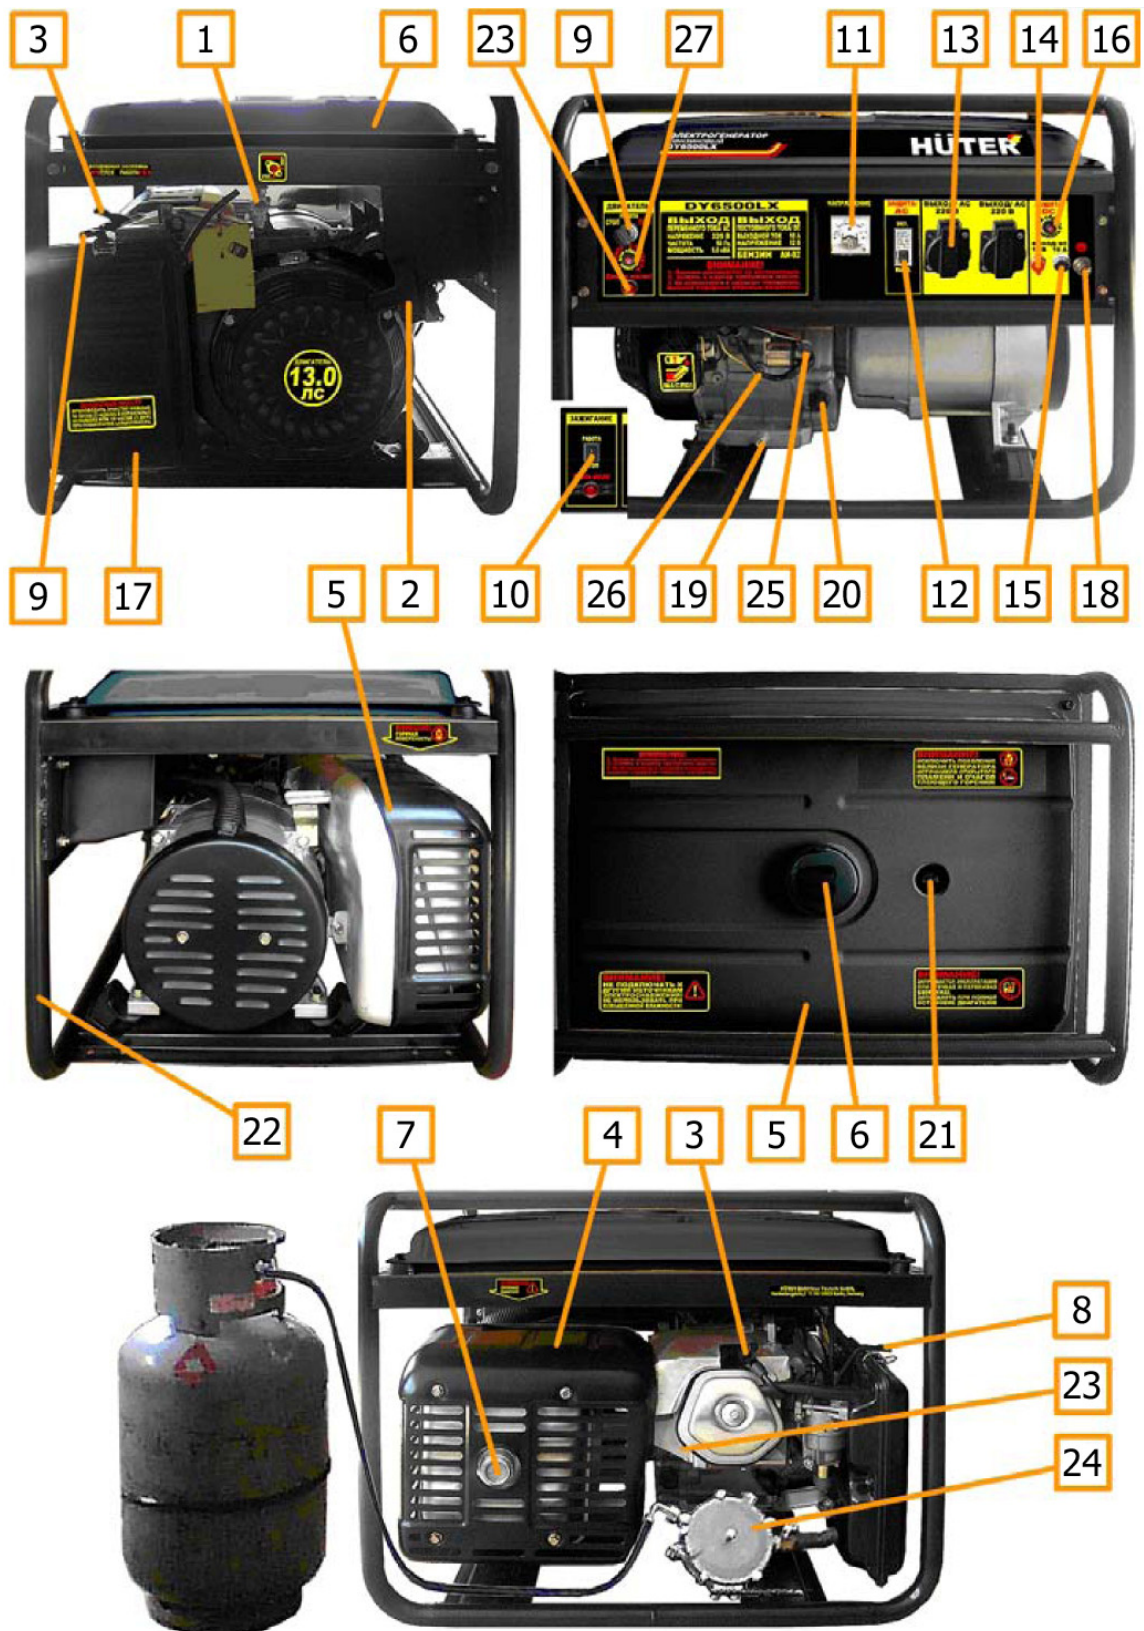
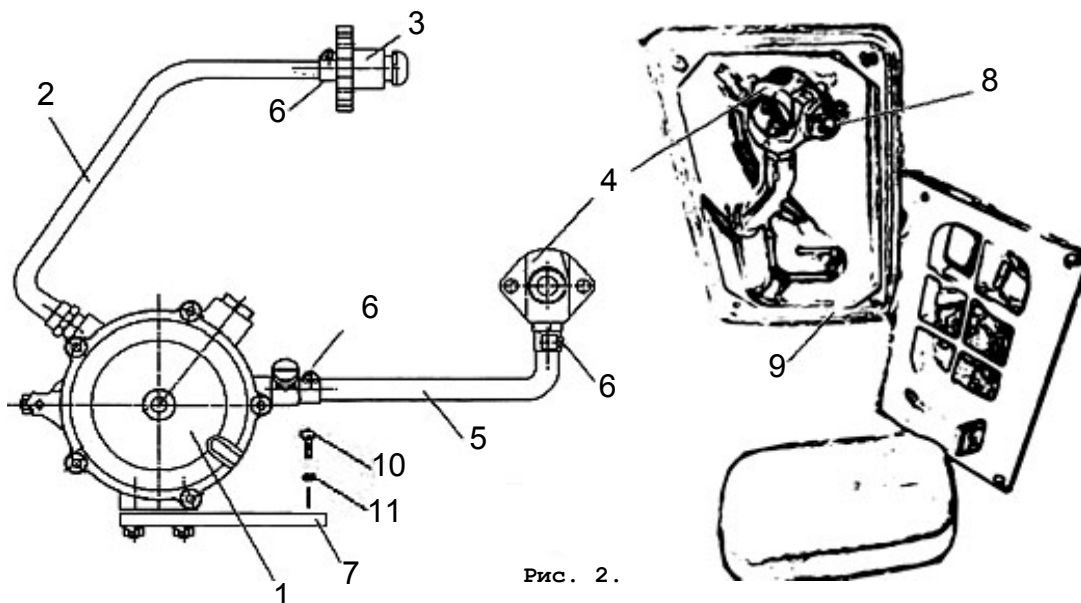
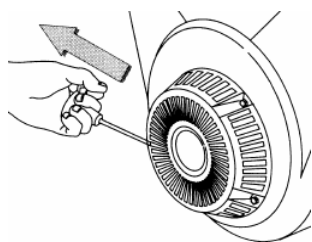

Рис. 1
Рис. 2.
Рис. 3
- Вывинтить щуп (поз.20 рис.1) и залить в картер масло соответствующего типа (таблица 2 п.8) до нижнего края горловины. Вставить чистый сухой щуп в горловину картера и вынуть его. Проверить уровень масла: граница смоченной области щупа должна располагаться между отметками минимального и максимального уровней.
– При установке генератора следует подключить к резьбовой клемме (поз. 18) (рис. 1) проводник заземляющего устройства, удовлетворяющего требованиям раздела «Обеспечение требований безопасности».
1. В качестве топлива используется бензин марки АИ-92, а также бытовой сжиженный баллонный газ: пропан и пропан бутан, в случае установки газовой системы питания (поз. 24 рис. 1), см. также рис. 2;
2. Газовый шланг высокого давления (поз.2 рис.2) укомплектован штуцером (поз.3 рис.2) для подключения к бытовому газовому баллону с резьбой: M22×1.5 LH. Допускается
4. Установить лоток аккумуляторной батареи GG-H650-M22-E в соответствии с каталогом запасных частей. Подключить провода аккумуляторной батареи поз. GB1 (Приложение 1) к клеммам (поз.25, 26 рис.1), строго соблюдая указанную полярность.
1. Отключить все потребители переменного тока от генератора, переведя рычаг автоматического выключателя (поз.12 рис.1) в отключенное положение «0», отсоединить потребители постоянного тока от клемм (поз.14, 15 рис. 1).;
2. При использовании бензина открыть топливный кран (поз.1 рис.1) при закрытом вентиле газового баллона, (см. также рис. 4), или открыть вентиль газового баллона при закрытом топливном кране (поз.1 рис.1) в случае использования газа.
3. При использовании бензина перевести рычаг управления воздушной заслонкой (поз.8 рис.1) в крайнее левое положение при пуске холодного двигателя и в промежуточное положение при пуске прогретого двигателя. При использовании газа нажать на несколько секунд кнопку в центре регулятора (поз.1 рис. 2) для заполнения впускной трубы газом, затем отпустить кнопку.
4. Перевести выключатель двигателя (поз.9, 10 рис.1) в отключенное положение «0» или «СТОП»
5. Плавно вытянуть до упора трос ручного стартера за ручку (поз.2 рис.1) и вернуть в исходное положение (см. также рис.3)
6. Перевести выключатель двигателя (поз.9, 10 рис.1) во включенное положение «1» или «РАБОТА».
7. При ручном пуске, придерживая генератор за раму, резко с интенсивным усилием вытянуть трос ручного стартера до упора (рис.3), повторив действие несколько раз при необходимости. Если двигатель не запускается, следует изменить положение рычага воздушной заслонки, сдвигая его вправо тем больше, чем выше температура двигателя и окружающего воздуха при использовании бензина или повторить кратковременное нажатие кнопки регулятора при работе на газе, затем повторить пуск. Включение электрического стартера производится поворотом ключа выключателя (поз.9 рис.1) в крайнее правое положение «ПУСК». Сразу после пуска двигателя отпустить ключ выключателя для обеспечения его самовозврата в среднее положение. При срабатывании защиты (поз.27 рис. 1) нажать сброс после остывания автоматического выключателя.
9. При работе на бензине после прогрева двигателя в течение времени около 10-40 секунд, в зависимости от начальной температуры, перевести рычаг заслонки (поз.8 рис.1) в крайнее правое положение, если при этом двигатель работает неустойчиво вернуть рычаг заслонки в прежнее положение и обеспечить завершение прогрева.
ваний безопасности». Полная (сумма активной и реактивной) мощность всех подключаемых потребителей в стационарном режиме не должна превышать значений номинальной мощности, указанных в Таблице 1 п.3. Не допускается длительное превышение номинальной мощности более, чем на 10% свыше номинального значения. Включить автоматический выключатель (поз.12 рис.1), установив его рычаг управления в положение «1».
- При работающем генераторе отключить автоматический выключатель (поз. 12 рис. 1), отсоединить потребители постоянного тока от клемм.
- Перевести выключатель двигателя (поз. 9 рис. 1) в отключенное положение «0».
- Закрыть топливный кран (поз. 1 рис. 1).
6.1 Наличие и величина напряжения переменного тока индицируется и измеряется вольтметром (поз. 11 рис. 1).
6.2 Причиной отсутствия напряжения при работающем генераторе может служить срабатывание автоматических выключателей защиты цепей от перегрузки (поз. 12, 16 рис.1).